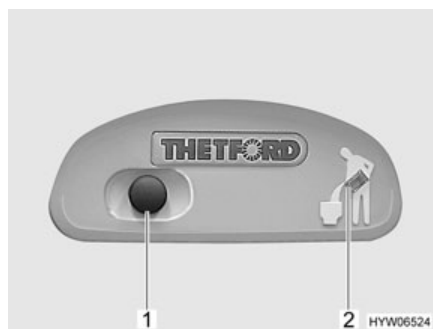
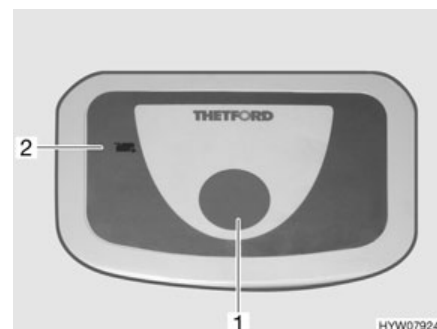

Fig. 251 Bouton pour la chasse d'eau/voyant de contrôle des toilettes Thetford
Fig. 252 Bouton pour la chasse d'eau/voyant de contrôle des toilettes Thetford (alternative)
- Pour actionner la chasse d'eau, appuyer sur le bouton bleu (Fig. 251,1 ou Fig. 252,1) .
Le voyant de contrôle (Fig. 251,2 ou Fig. 252,2) s'allume lorsque la cassette Thetford doit être vidée.